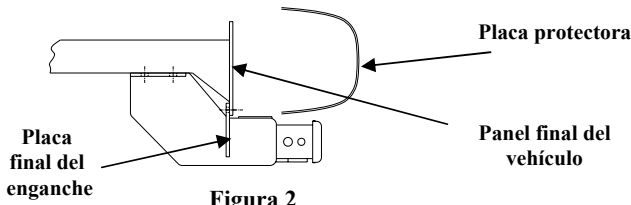

Figura 2
3. Levante el enganche a su posición en los pernos de carruaje, cerciorándose de que la cara posterior de la placa final del enganche haga contacto con el rebordé del panel final del vehículo como se muestra en la figura 2. Instale las arandelas cónicas dentadas y tuercas, apriete con los dedos.